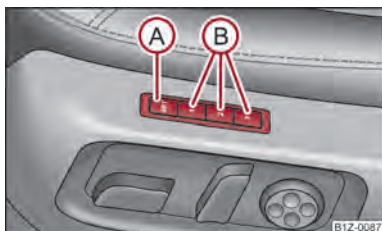

Fig. 44 Sièges du conducteur : Touches de mémorisation et touche SET
- Appuyez sur la touche **SET** (A) ⇒ fig. 44.
- Appuyez sur une des touches de mémorisation (B) dans les 10 secondes qui suivent la pression sur la touche **SET** - un son confirme la mémorisation du réglage du siège.
Le système Memory vous permet de mémoriser la position choisie par le conducteur pour les sièges et les rétroviseurs extérieurs. Chacune des trois touches de mémorisation (B) ⇒ fig. 44 correspond à une position différente, donc trois au total. Après une pression sur la touche de mémorisation (B) voulue, le siège et les rétroviseurs extérieurs se mettent automatiquement sur les positions affectées à cette touche ⇒ page 63.
- **Par un appui bref** : appuyez brièvement sur la touche de mémorisation souhaitée (B) ⇒ fig. 44. Le siège et les rétroviseurs extérieurs se placent automatiquement sur les positions mémorisées (mais seulement si le contact a été mis et si la vitesse est inférieure à 5 km/h).
- **Touche de mémorisation** : Appuyez sur la touche de mémorisation (B) souhaitée et maintenez-la jusqu'à ce que le siège et les rétroviseurs extérieurs se soient déplacés sur les positions mémorisées.